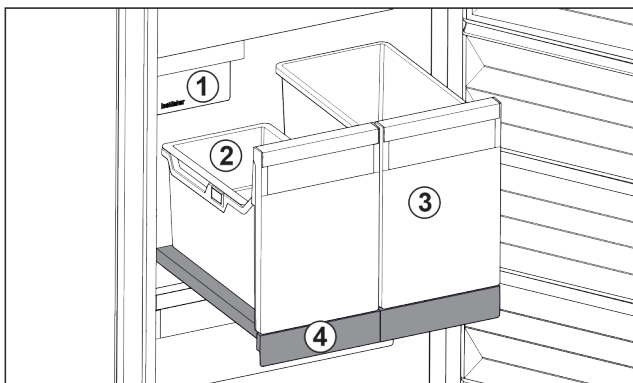

Fig. 79 Compartiment coulissant avec IceTower
- (1) IceMaker
- (2) Balconnet pour glaçons
- (3) Bac pour pizzas, boissons alcoolisées, etc.
- (4) Compartiment coulissant
Le compartiment coulissant comprend deux bacs hauts (IceTower). Le bac Fig. 79 (2) permet de recueillir et de stocker les glaçons de l'IceMaker. Les bacs Fig. 79 (3) sont conçus pour stocker des aliments hauts comme les pizzas et boissons alcoolisées.